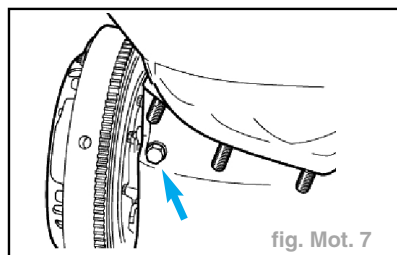

fig. Mot. 7
- Vidanger le bloc moteur. (fig. Mot. 7)